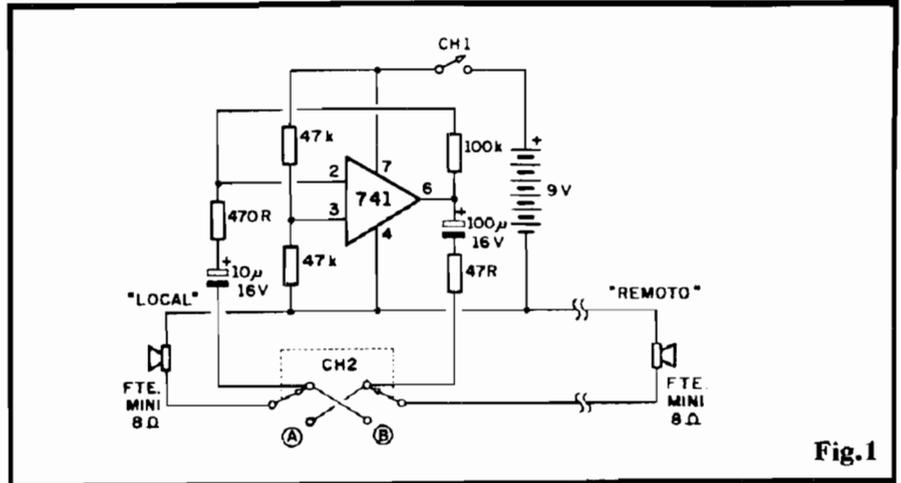

Fig. 1
- **FIG. 1 - O CIRCUITO** - No "centro" do circuito, um único, pequeno e "humilde" (embora versatílimo...) Integrado 741, amplificador operacional, faz "só tudo"...! Para poder trabalhar confortavelmente com fonte única (os circuitos típicos em Amplificadores Operacionais Integrados normalmente requerem fonte split ou duplas...), um referencial de "meia Tensão" da alimentação geral é oferecido pelo "totem" de dois resistores de 47K, cujo "nó" está ligado à Entrada Não Inversora (pino 3) do 741... Já o pino 2 - Entrada Inversora - recebe diretamente os sinais elétricos "traduzidos" por um pequeno alto-falante (que, no caso, funciona como microfone...), através do capacitor de isolamento (10u) em série com um resistor de 470R... O resistor de 100K, entre a Saída do Operacional (pino 6) e a citada Entrada Inversora, promove a realimentação e determina o elevado ganho geral do arranjo, que matematicamente corresponde à razão entre o dito valor de 100K e o valor do resistor de Entrada, 470R (um fator de amplificação superior a 200, confirmam...). Dessa forma, os tênues sinais elétricos enviados pelo alto-falante/microfone, são elevados em nível por um fator de mais de 200 vezes, e tornam-se presentes, na Saída (pino 6) em condição suficiente para excitação de outro pequeno alto-falante (este na função